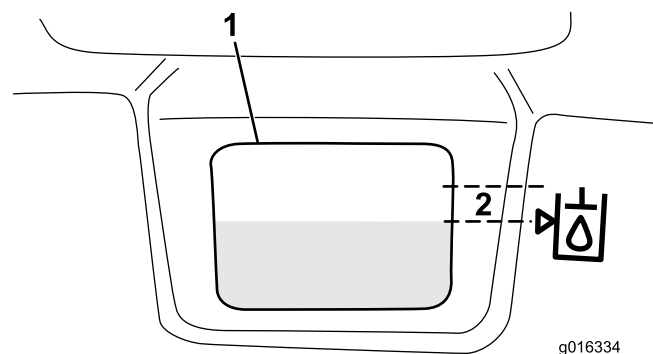

Figura 31
3. Riempite lentamente il serbatoio con il fluido idraulico idoneo sino a raggiungere, con una tolleranza di 6 mm, il livello indicato dalla freccia nel simbolo che si trova accanto alla finestra bianca nella parte anteriore del serbatoio (Figura 31). Non riempite troppo.